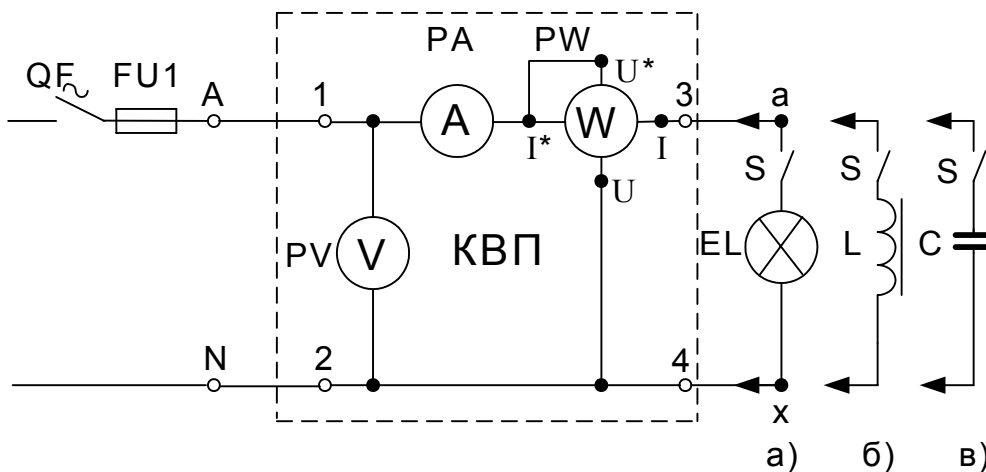

Рис.3. Принципові схеми вмикання окремих елементів R; L; C
- собрать цепь по принципиальной схеме рис. 3а. В качестве активного приемника используется группа ламп накаливания "а-х";
- включить QF~, выключатель в цепи батареи конденсаторов S (рис. 3б) и три тумблера конденсаторов емкостью по 20 мкФ.